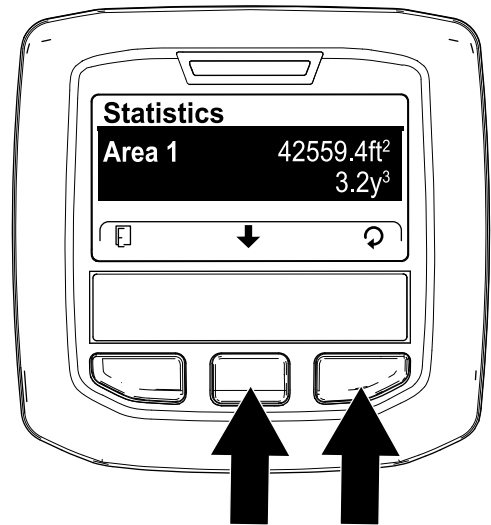

Figura 106
1. En la pantalla STATISTICS (Estadísticas), pulse el botón central del InfoCenter hasta que se seleccione la opción AREA 1 (Área 1) (Figura 106).